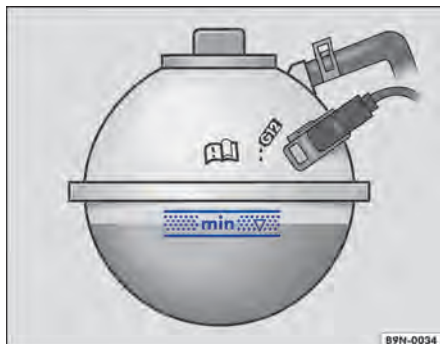

Fig. 203 No compartimento do motor: marcação no reservatório do líquido de arrefecimento do motor.
- Com o motor frio, verificar o nível do líquido de arrefecimento do motor pela marca lateral do reservatório de expansão do líquido de arrefecimento do motor $\Rightarrow$ Fig. 203.
- O nível do líquido de arrefecimento do motor deve permanecer dentro da marcação do reservatório $\Rightarrow$ Fig. 203. **Não completar acima da borda superior da área demarcada** $\Rightarrow$ .
- Abastecer com líquido de arrefecimento do motor somente até a borda superior da faixa marcada ⇒ **Fig. 203**. Caso contrário, ao aquecer-se, o líquido excedente será expulso do sistema de arrefecimento do motor e poderá ocasionar danos.